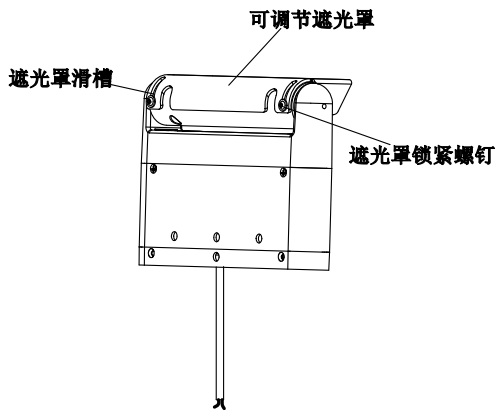

图 4
1. 遮光罩调节：稍松遮光罩上的锁紧螺钉，转动遮光罩至能有效遮挡眩光的所需位置，拧紧锁紧螺钉，将遮光罩固定<图4>。